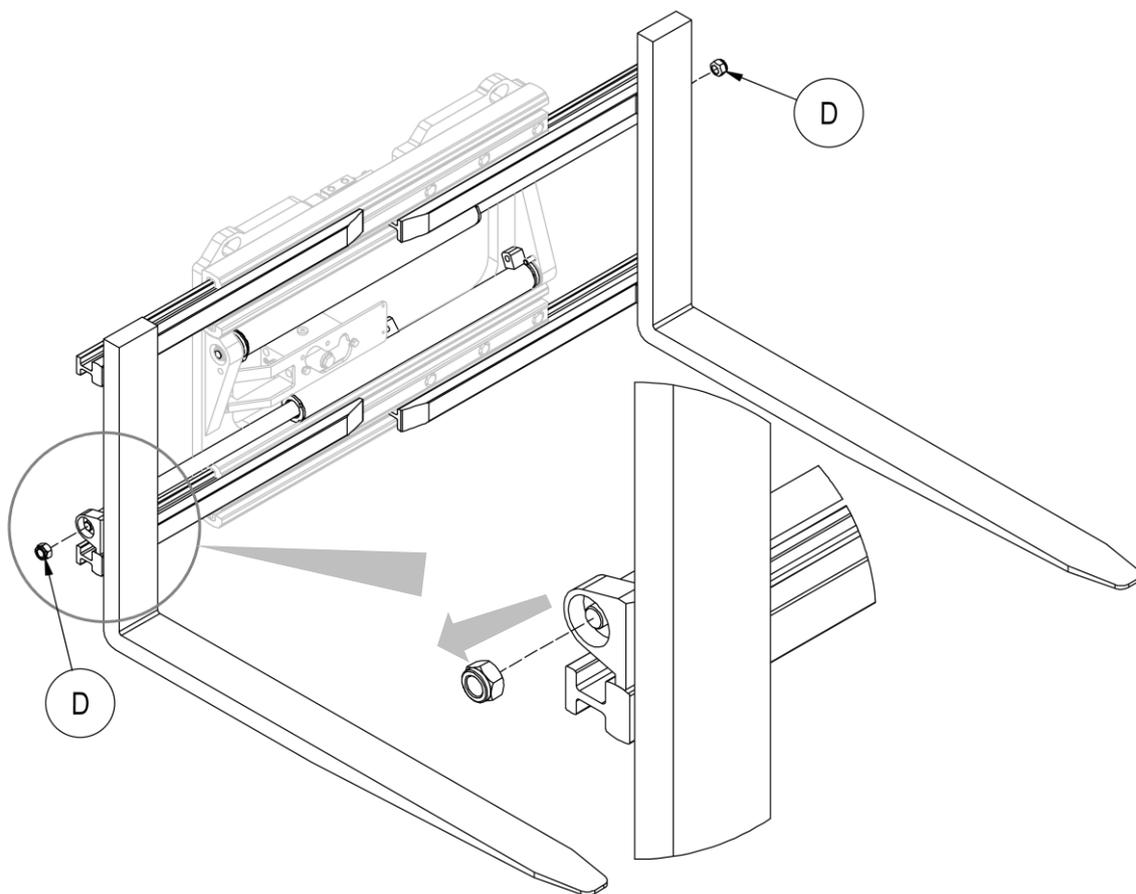

Abbildung 28
3. Entfernen Sie die Muttern **D**, die die Zylinder an den Gabelzinken mit Gleitprofilen befestigen (siehe *Abbildung 28*).